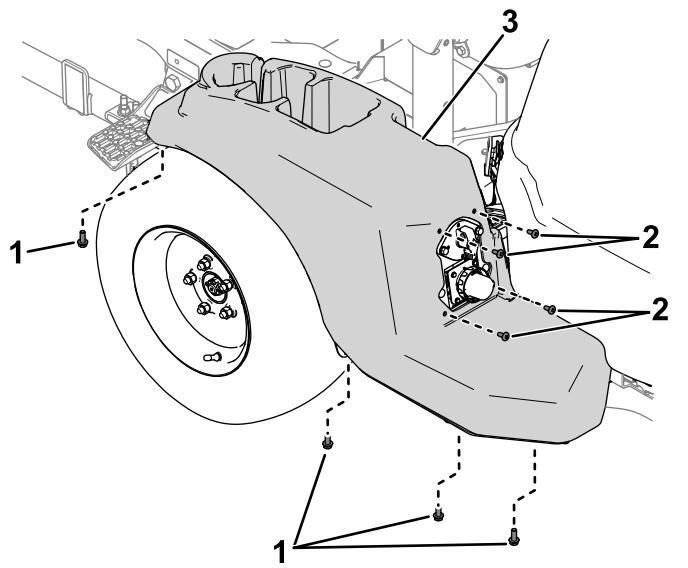

Figura 1
- Rimuovete i bulloni e le viti che fissano la copertura al lato sinistro della macchina (Figura 1), quindi rimuovete la copertura.